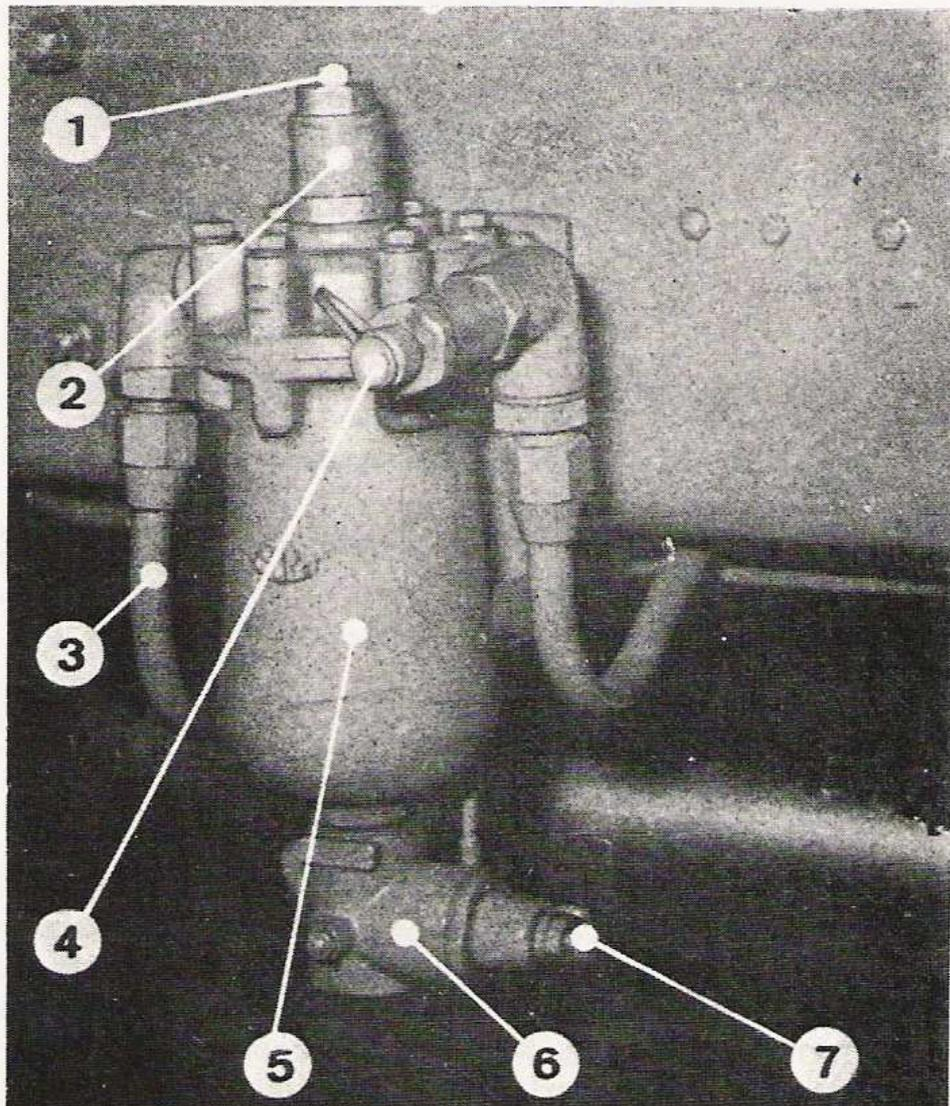

Fig. 11.1. - Depurador-regulador de aire
Para su utilización basta sacar el tapón situado en el extremo del cuerpo (4) (fig. 11.1) de descarga automática, y conectar la extremidad de la manguera, roscándola en el racor, que a su vez abrirá la correspondiente válvula, quedando el circuito de aire conectado al neumático de la rueda.